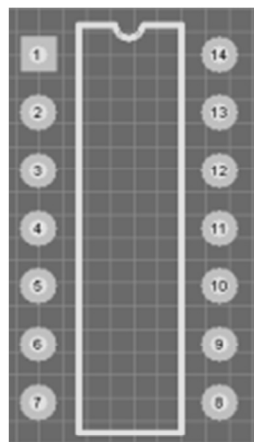

Рис. 2.15. Посадочное место DIP14, созданное с помощью Мастера **PCB Component Wizard**
2. Нажимайте **Next**, пока не достигните последней страницы Мастера, и тогда нажмите **Finish**. Компонент с именем DIP14 появится в списке **Components** в панели **PCBLibrary**. Новое посадочное место отобразится в рабочем поле редактора (рис. 2.15). Можете изменить компонент из соображений удобства.